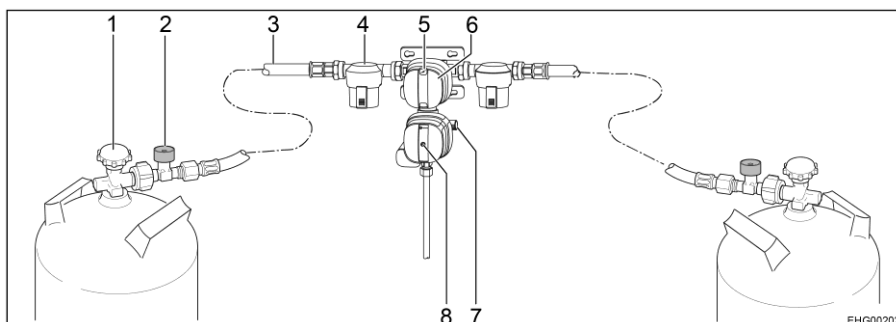

Fig. 121 Système de réglage de la pression de gaz de sécurité DuoControl CS
Le système de réglage DuoControl se compose d'une valve de commutation et d'un capteur de crash. Le système de réglage DuoControl est monté entre les tuyaux haute pression (Fig. 121,3) avec une sécurité de rupture de tuyau (Fig. 121,2). Un bouton rotatif (Fig. 121,6) situé sur la valve de commutation permet de définir laquelle des bouteilles de gaz est celle de service et laquelle est celle de réserve.
L'état de l'alimentation en gaz est affiché sur le regard (Fig. 121,5) :
Le capteur de crash coupe l'arrivée du gaz en cas de secousses importantes (par exemple accident). L'état de service du capteur de crash est reconnaissable à la position du bouton Reset jaune (Fig. 121,8) :
- Quand le bouton Reset jaune (Fig. 121,8) est enfoncé, le capteur de crash est opérationnel.
- Quand le bouton Reset jaune (Fig. 121,8) n'est pas enfoncé, le capteur de crash **n'est pas** opérationnel. Mise en service voir ci-dessous.
La sécurité de rupture de tuyau (Fig. 121,2) coupe l'arrivée de gaz quand le tuyau raccordé se rompt. La sécurité de rupture de tuyau s'active en appuyant sur la touche verte.
- Choisir la bouteille de gaz avec le bouton rotatif (Fig. 121,6) de la valve de commutation à partir de laquelle le gaz sera utilisé principalement (bouteille de service). Toujours tourner le bouton rotatif à fond.
- Ouvrir les robinets principaux (Fig. 121,1) des bouteilles de gaz.
- Appuyer sur la touche verte de sécurité de rupture de tuyau (Fig. 121,2) pendant environ 5 secondes. Le repère vert est affiché sur le regard (Fig. 121,5).
- Quand le capteur de crash s'est déclenché (le bouton Reset jaune (Fig. 121,8) n'est pas enfoncé) :
Enfoncer fermement le bouton Reset (Fig. 121,8), le tourner légèrement dans le sens des aiguilles d'une montre et le maintenir environ 5 secondes enfoncé. S'assurer que le bouton Reset reste en position enfoncée ("opérationnel").
- Fermer les robinets principaux (Fig. 121,1) des bouteilles de gaz.
Le voyant de contrôle vert (Fig. 122,6) s'éteint durant le fonctionnement et le voyant de contrôle rouge (Fig. 122,5) s'allume quand la bouteille de service est vide et doit être remplacée. Le repère rouge est indiqué sur le regard (Fig. 121,5) de la bouteille de gaz correspondante. La bouteille de réserve alimente les appareils à gaz.
- Tourner le bouton rotatif (Fig. 121,6) à fond en direction de la bouteille de gaz actuellement utilisée. Cette bouteille de gaz devient alors la bouteille de service, la bouteille vide devient celle de réserve. Le repère dans le regard (Fig. 121,5) passe du rouge au vert.
- Fermer le robinet principal (Fig. 121,1) de la bouteille de gaz vide. Observer le sens de la flèche.
- Appuyer sur la touche verte de la sécurité de rupture de tuyau (Fig. 121,2).